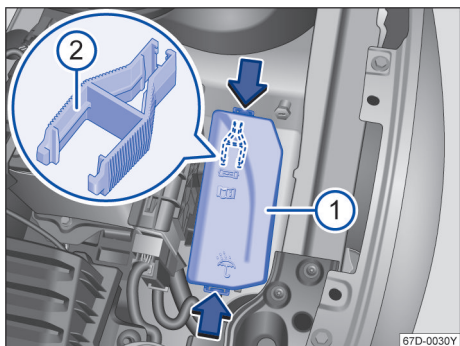

图 132 发动机舱内：保险丝盒盖板
- 沿箭头方向按压锁止按钮，以便将保险丝盒的盖板→图 132 解锁。
用来拔出保险丝的塑料夹钳→图 132  位于发动机舱保险丝盒盖板的内侧。